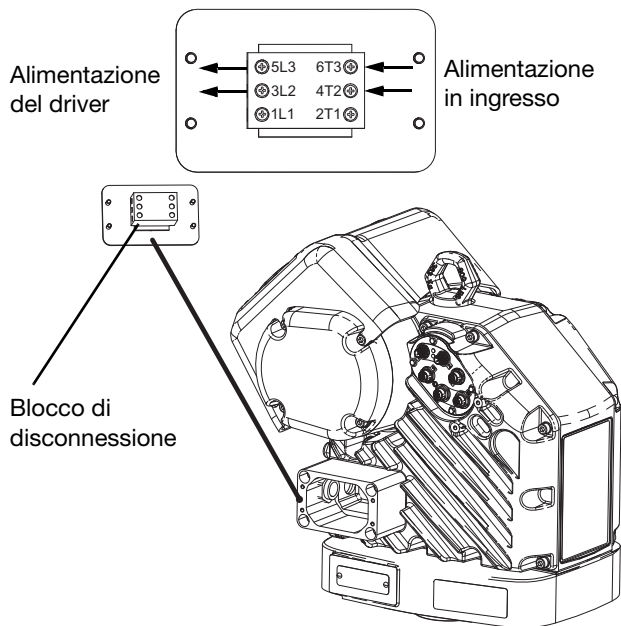

Fig. 5: Collegamenti dei terminali
NOTA: All'interno della scatola di giunzione, i fili di alimentazione del driver sono collegati ai morsetti 3L2 e 5L3 sul blocco di disconnessione. Fare riferimento alla **Fig. 5** per le posizioni dei terminali.
4. Fare riferimento alla **Fig. 5** e collegare i fili dal cavo di alimentazione ai terminali 4T2 e 6T3. Ogni filo può essere collegato ad entrambi i terminali.